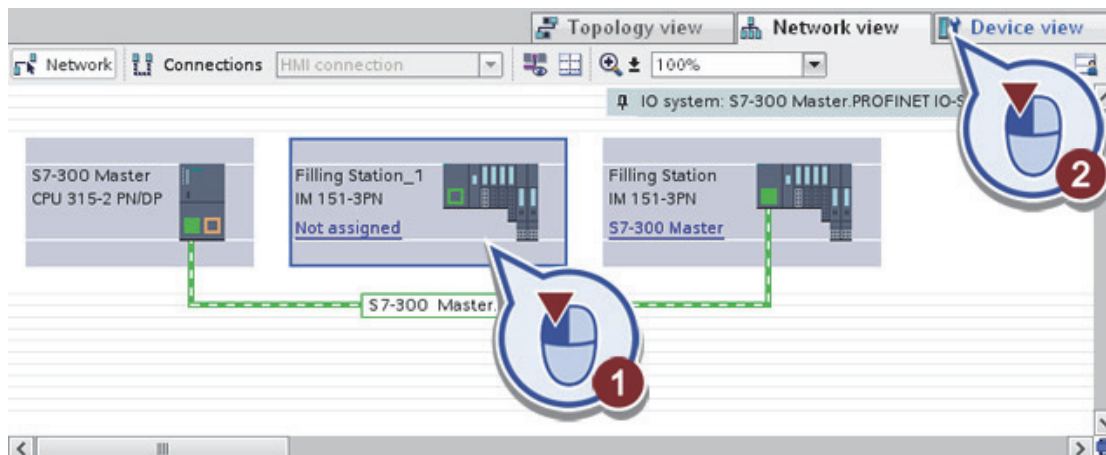

Рис. 1.22.Переход в режим просмотра
– выберите скопированное вспомогательное устройство «Filling Station_1» и переключитесь в режим просмотра устройства (рис. 1.22);